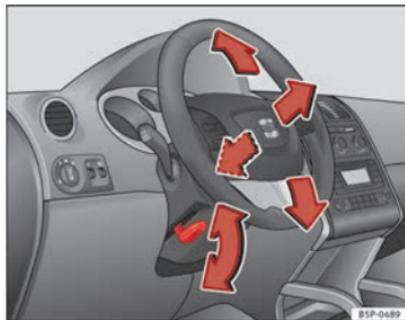

Fig. 137 Ajuste de la posición del volante
- Tire hacia abajo de la palanca ⇒ fig. 137 situada debajo de la columna de dirección ⇒ ⚠.